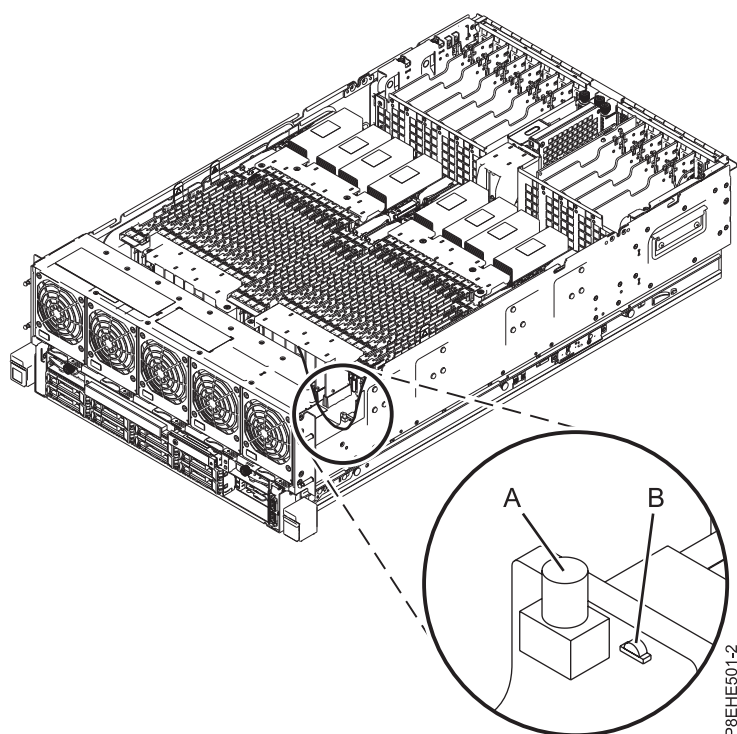

Figura 2. Activación del LED de identificación
2. Presione el pulsador (A) como se muestra en la Figura 2 para activar el LED de identificación. Compruebe que el LED (B) esté encendido, lo cual indica que hay alimentación suficiente para el LED de identificación. Si el LED (B) no está encendido, utilice el código de ubicación para encontrar la ubicación física mediante la etiqueta de servicio.